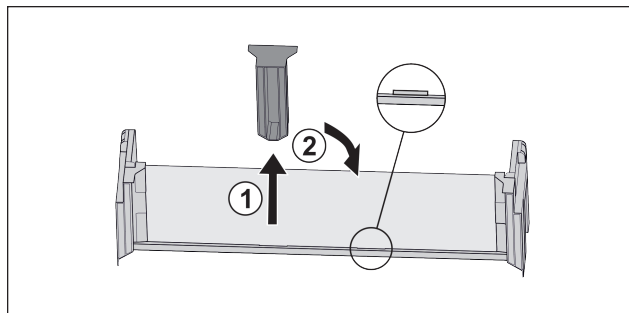

Fig. 18*
- Mittleres Halteteil abziehen Fig. 18 (1).*
- Mittleres Halteteil auf zweiter Position einsetzen Fig. 18 (2).*